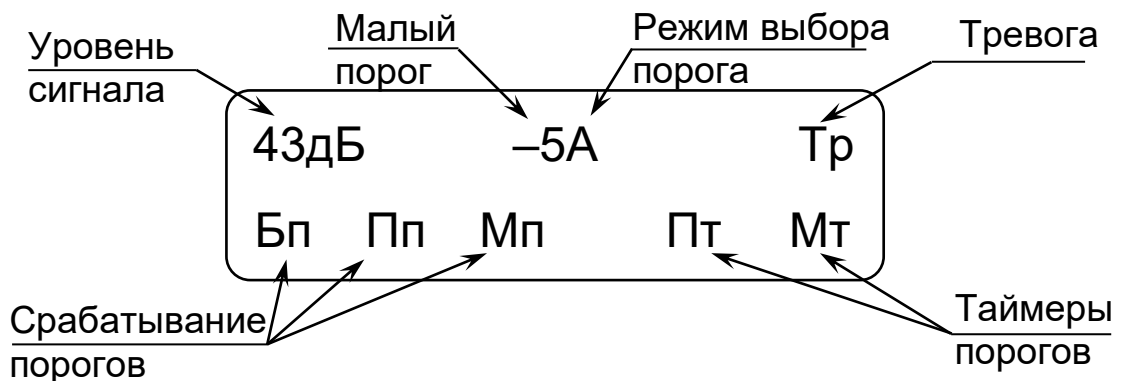

Рисунок 19 – Окно индикации параметров ТАНТАЛ-600 в автоматическом режиме выбора малого порога
2.10.4 *Индикация соответствия напряжения питания* производится после перевода ПК в режим индикации одновременно с отображением надписи «ДП-600». Если напряжение питания 10,2 В и выше, после индикации в течение пяти секунд сообщения «ПИТ. НОРМА» ПК переходит в режим отображения остальных параметров (см. рисунок 19). Если напряжение питания ниже 10,2 В (пониженное) ПК вместо представленных на рисунке 19 параметров индицирует сообщение «ПИТ. НИЗКО» в виде мигающих символов.
*Индикация помехи* (значок – «!!» на месте значка «Тр» см. рисунок 19) дублирует извещение сформированное извещателем. При включенном зуммере ПК звучит звуковой сигнал.